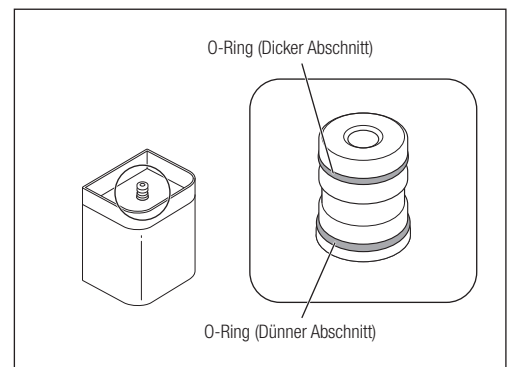

Abb. 47
**VORSICHT** ⚠️ • Die O-Ringe haben verschiedene Stärken. Achten Sie darauf, dass Sie sie in die korrekte Rille setzen (Abb. 47).